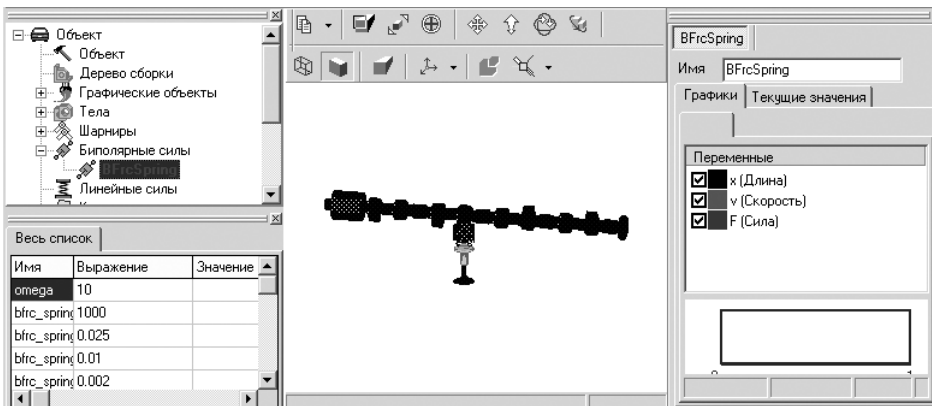

Рис. 2.37. Фрагмент главного окна системы **Универсальный механизм** в режиме выделения элемента моделирования **BfrcSpring** в механизме **кулачок – клапан**
- щелкните в раскрытом пункте **Биполярные силы** по пункту **BfrcSpring**. В окне **Инспектор** появятся все параметры, характеризующие этот элемент, см. рис. 2.37;